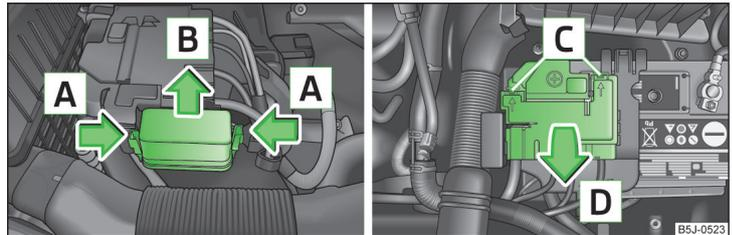

Abb. 152 Fahrzeugbatterie: Abdeckung des Sicherungskastens
- Die Sicherungsbügel der Abdeckung des Sicherungskastens gleichzeitig in Pfeilrichtung **A** » Abb. 152 zusammendrücken und die Abdeckung in Pfeilrichtung **B** herausschieben.